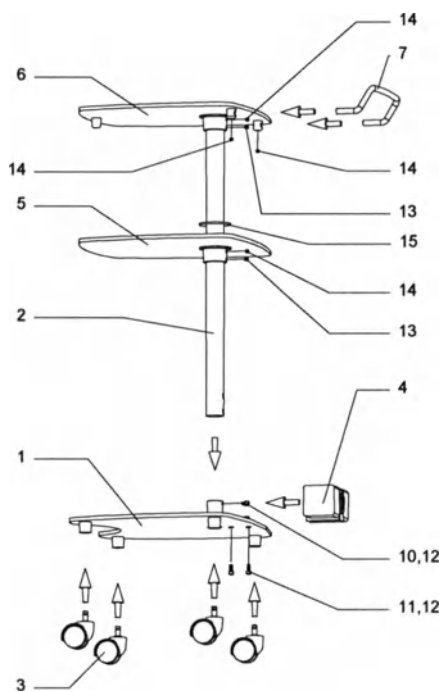

Рис. 8.39
Сборку (см. рис. 8.39) производить в следующей последовательности:
- установите ролики поз.3 в основание поз.1, убедившись в том, что оси роликов зафиксировались (см. рис. 8.39);